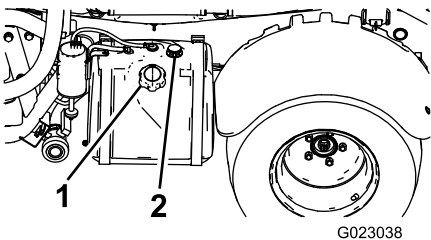

Figura 11
2. Limpie la zona alrededor del tapón del depósito de combustible (Figura 11).